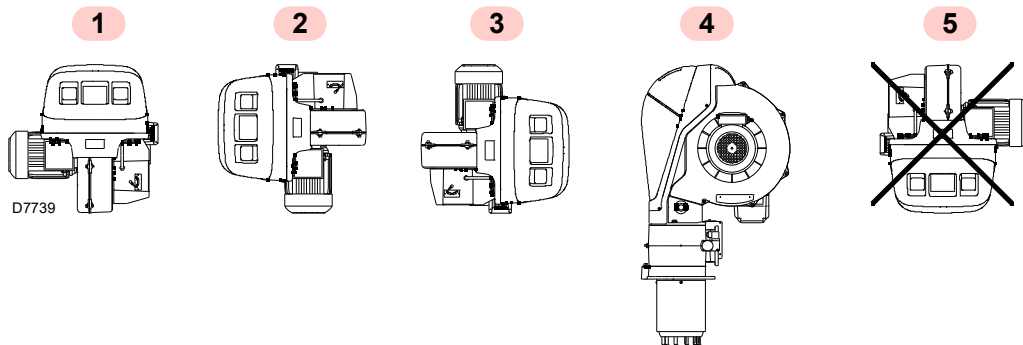

Fig. 12
- Arzătorul a fost pregătit exclusiv pentru funcționare în pozițiile **1, 2, 3 și 4** (Fig. 12).